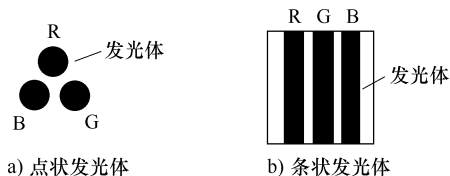

图 6-8 空间相加混色
2) 空间相加混色法。当三种基色相距很近，而观察距离又较远时，就会产生混色效果。空间相加混色如图 6-8 所示，图 6-8a 为三个点状发光体，分别可发出 R（红）、G（绿）、B（蓝）三种光，当它们同时发出三种颜色光时，如果观察距离较远，无法区分出三个点，会觉得是一个大点，那么感觉该点为白色，如果 R、G 发光体同时发光时，会觉得该点为黄色；图 6-8b 为三个条状发光体，当它们同时发出三种颜色光时，如果观察距离较远，会觉得是一个粗条，那么该粗条为白色，如果 R、G 发光体同时发光时，会觉得粗条为黄色。彩色电视机、液晶显示器等就是利用空间相加混色法来显示彩色图像的。